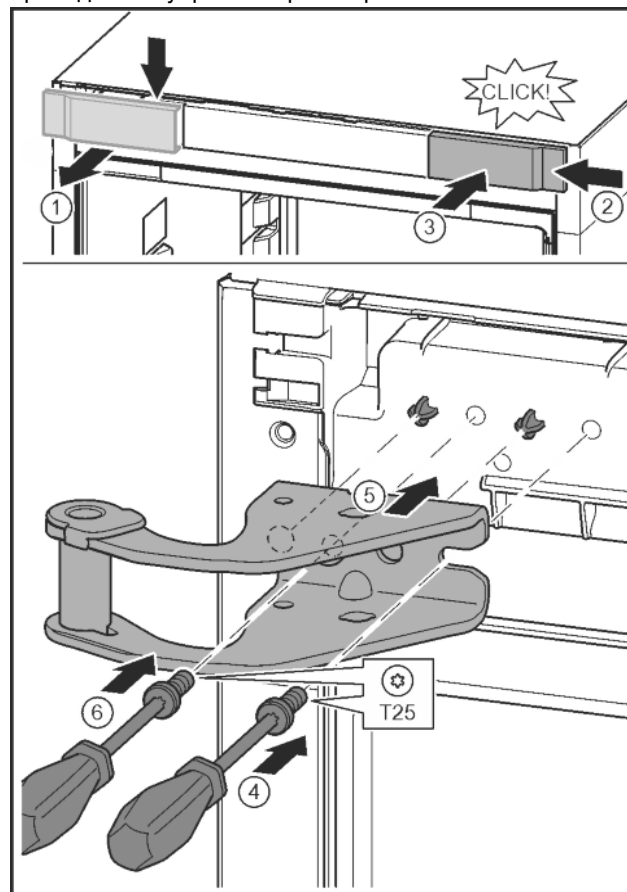

Fig. 11
- ▶ Отпустить крышку и снять сбоку. *Fig. 11 (1)*
- ▶ Навесить крышку, повернув ее на 180°, справа с другой стороны. *Fig. 11 (2)*
- ▶ Крышку зафиксировать. *Fig. 11 (3)*
- ▶ Установить винт отверткой T25. *Fig. 11 (4)*
- ▶ Установить верхний опорный кронштейн. *Fig. 11 (5)*
- ▶ Затянуть винт. *Fig. 11 (4)*
- ▶ Вставить и затянуть винт отверткой T25. *Fig. 11 (6)*